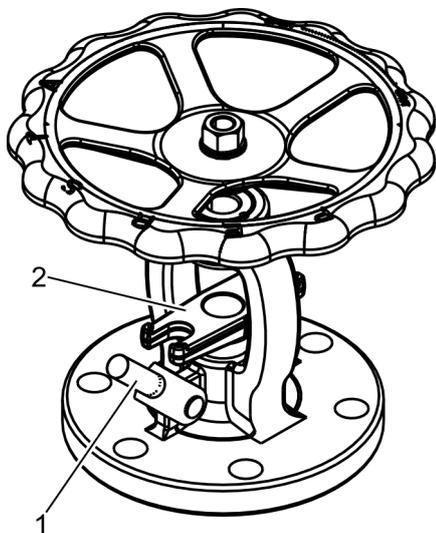

Fig. 31: Déploiement des boulons de serrage de presse-étoupe
19. ▶ Déployer les boulons de serrage de presse-étoupe (Fig. 31/1).
20. ▶ Retirer le fouloir de presse-étoupe (Fig. 31/2).